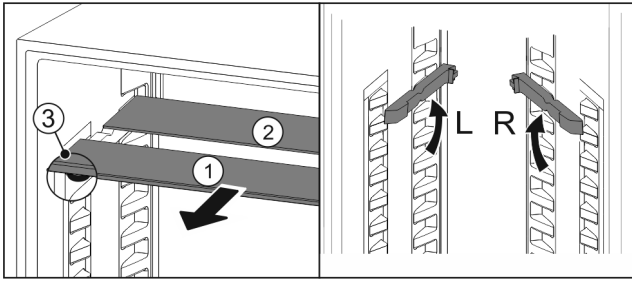

Fig. 55
- ▶ По одной извлеките Fig. 55 (1) стеклянные панели движением вперед.
- ▶ Стеклянная панель Fig. 55 (1) с декоративной планкой лежит спереди.
- ▶ Стопоры Fig. 55 (3) показывают вниз.